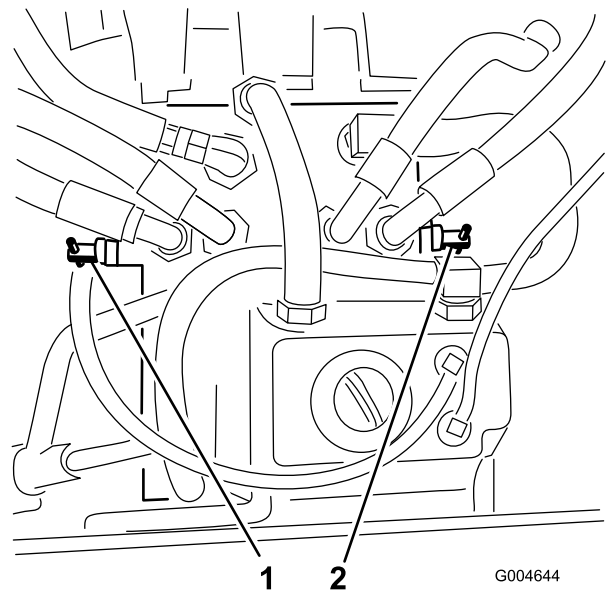

图25
- 找到旁通阀 图25 并将各个旁通阀逆时针旋转 1 圈。
4. 将各个阀门顺时针旋转 1 圈关闭阀门 图25。